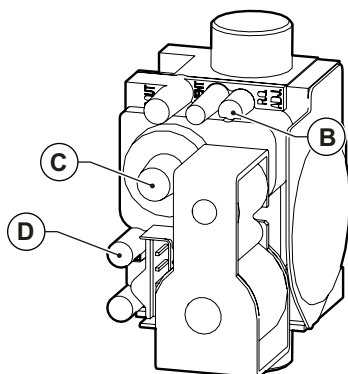

Fig. 35 Reglarea valvei de gaz
- Reglați valoarea dioxidului de carbon (CO₂) din gazele de ardere prin rotirea regulatorului de raport **B** (a se vedea Fig. 35 Reglarea valvei de gaz) și asigurați-vă că reintră în limitele din Tab. 35 Valorile CO₂ din gazele de ardere.
- Verificați dacă valoarea monoxidului de carbon (CO) din gazele arse la putere maximă este sub limita Tab. 35 Valorile CO₂ din gazele de ardere.
- Verificați dacă valoarea monoxidului de carbon (CO) din gazele arse la putere minimă este sub limita Tab. 35 Valorile CO₂ din gazele de ardere.
- Rotiți regulatorul de raport **B** (a se vedea Fig. 35 Reglarea valvei de gaz) pentru a regla valoarea oxigenului (O₂) din gazele de ardere până când aceasta se încadrează în limitele Tab. 36 Valorile de O₂ în gazele de ardere.
- Rotiți regulatorul de offset **C** (a se vedea Fig. 35 Reglarea valvei de gaz) pentru a regla valoarea oxigenului (O₂) din gazele de ardere și presiunea de compensare până când ambele se află în limitele valorilor de Tab. 36 Valorile de O₂ în gazele de ardere.